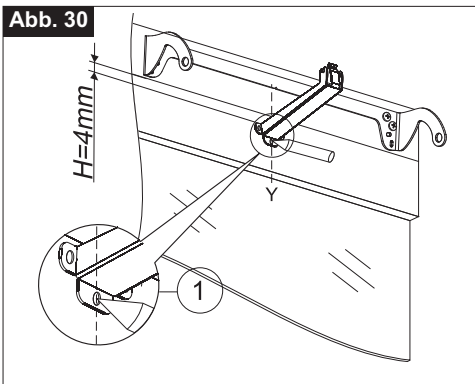

Abb. 31
- 7) **Abb. 31/32-** Mit einer dazu geeigneten Bohrmaschine 3 Löcher auf den Flügel ausführen und den Bügel mit den zweckmäßigen Schrauben befestigen.